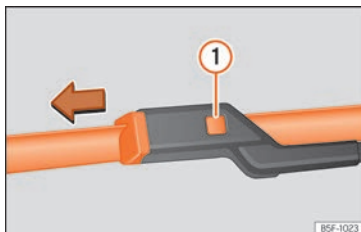

Abb. 41 Scheibenwischerblätter vorne auswechseln.
- Entriegelungstaste »» **Abb. 41** ① gedrückt halten und gleichzeitig das Scheibenwischerblatt in Pfeilrichtung abziehen.